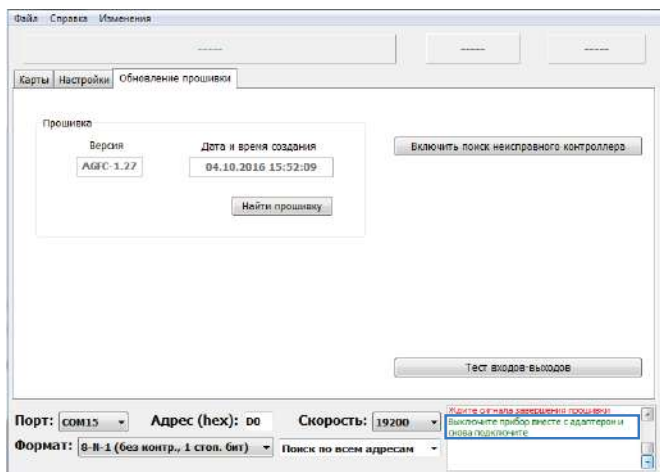

Рис.23. Завершение загрузки прошивки.
7. После окончания загрузки прошивки в контроллер нужно отключить контроллер «AGFC» вместе с программатором «TKLS-Prog-RS485» от компьютера, затем подключить снова (Рис.23).